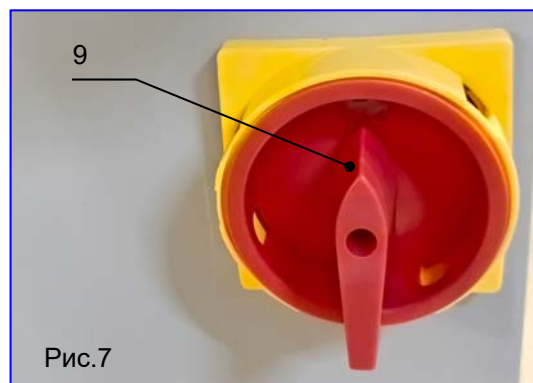
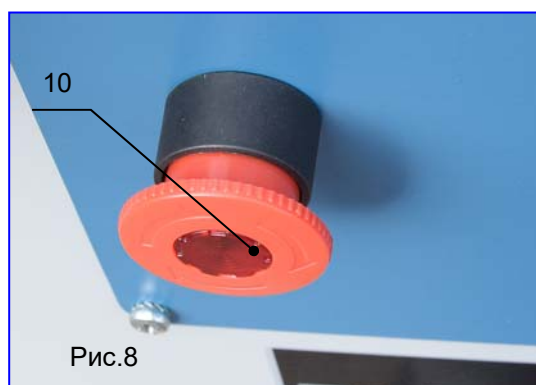
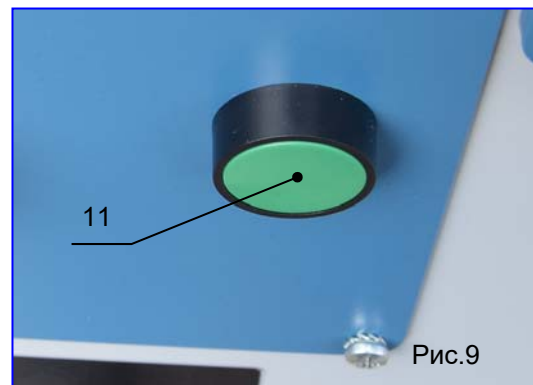
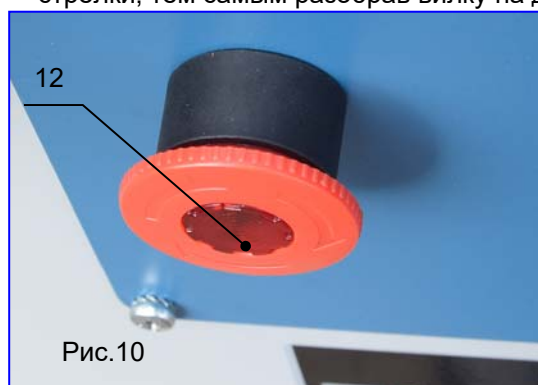

Рис.7
Рис.8
Рис.9
Рис.10
- Переведите кулачковый переключатель (поз.9, рис.7) в положение «ВКЛ», при этом должна загореться индикаторная лампа на клавише выключателя (поз.10, рис.8).
- Удостоверьтесь, что клавиша выключателя находится в отщелкнутом положении (поз.10, рис.8). **Если клавиша выключателя находится в нажатом состоянии (поз.12, рис.10) запуск станка не возможен.** Немного поверните клавишу по часовой стрелке для того чтобы клавиша вернулась в отщелкнутое положение (поз.10, рис.8).
- Произведите кратковременный пуск двигателя для определения правильного направления вращения шлифовальных дисков. Для включения станка нажмите на зеленую клавишу выключателя (поз.11, рис.9). Для выключения станка нажмите на красную клавишу выключателя (поз.10, рис.8).
- При перерывах в работе станок выключайте нажатием на красную клавишу (поз.12, рис.10).